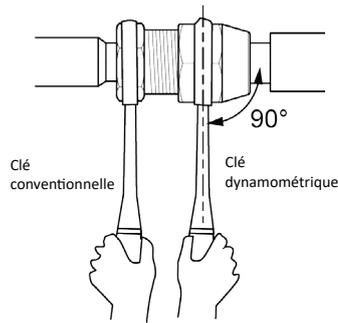

Fig. 17
- 3 Serrez solidement l'écrou évasé à l'aide d'une clé dynamométrique jusqu'à ce que la clé émette un déclic (maintenez la poignée de la clé et placez-la à angle droit par rapport au tuyau, voir Fig. 17).